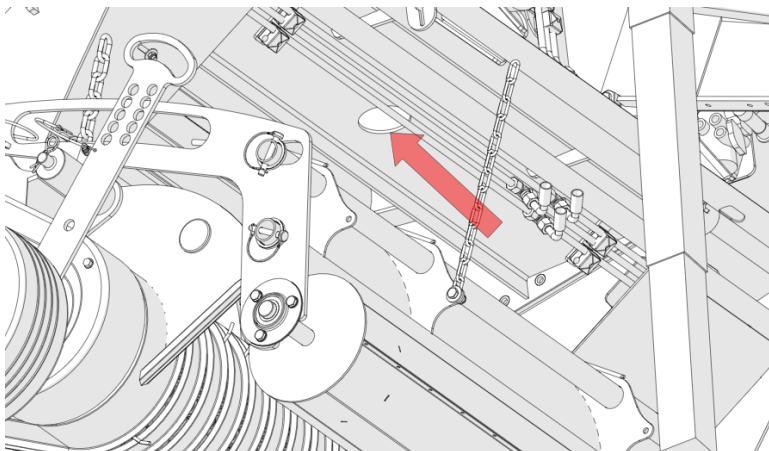

Figura 69. Tapón de drenaje
- Desenrosque y retire el tapón situado en la parte inferior de la caja de transmisión (figura 69). Se accede a él a través de una abertura situada en la parte inferior de la barra delantera por encima del recogedor;